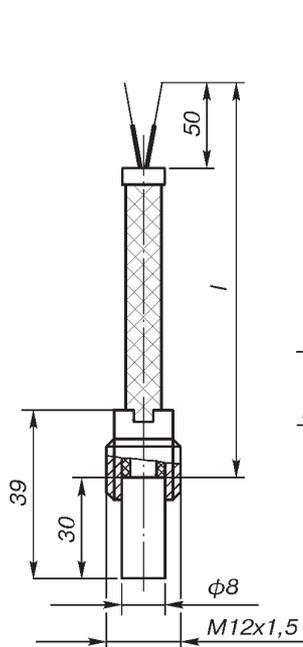

Рис.2.
- 02** по рис. 2
3. Длина монтажной части, L, мм / длина кабельной выводной части l, мм - для рис. 2, 7, 9, 11, 13.